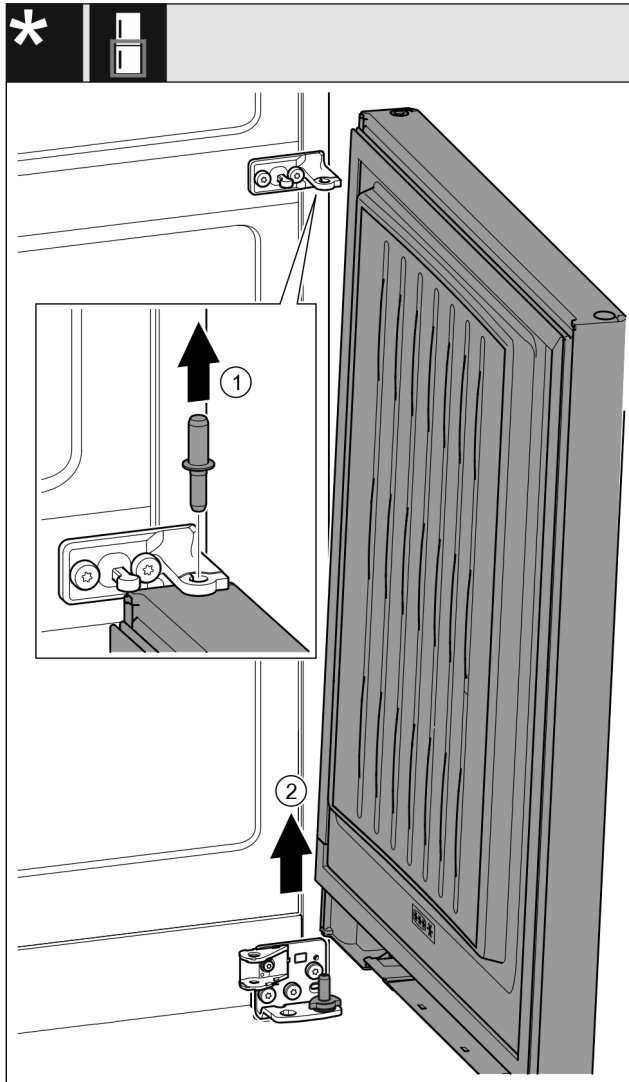

Fig. 21 *
- ▶ Bolzen nach oben herausziehen. Fig. 21 (1) *
stellen. Fig. 21 (2) *